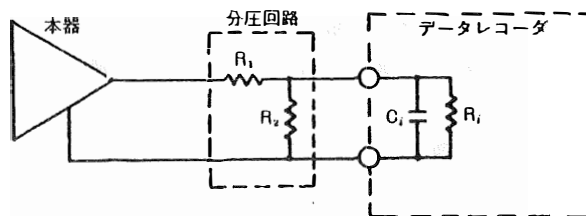

図8
- (b) 入力に分圧回路を必要とする場合データレコーダの入力レベルが±1Vのものは、図8のような分圧回路が必要となります。